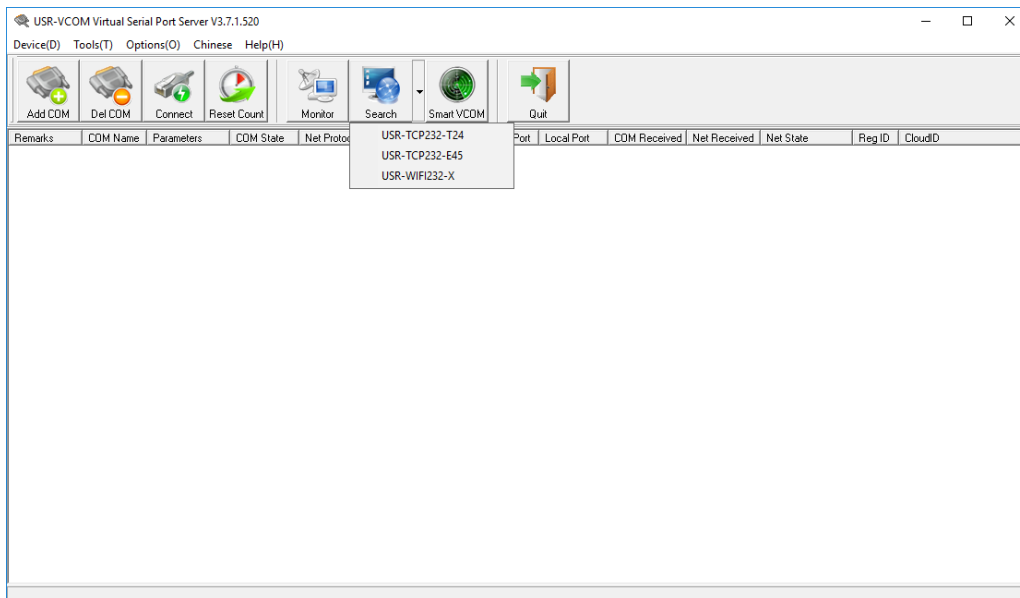

Рисунок 5.5.
7. Нажать кнопку «**Search**» и в появившемся списке выбрать устройство USR-TCP232-T24 (рис.5.5).